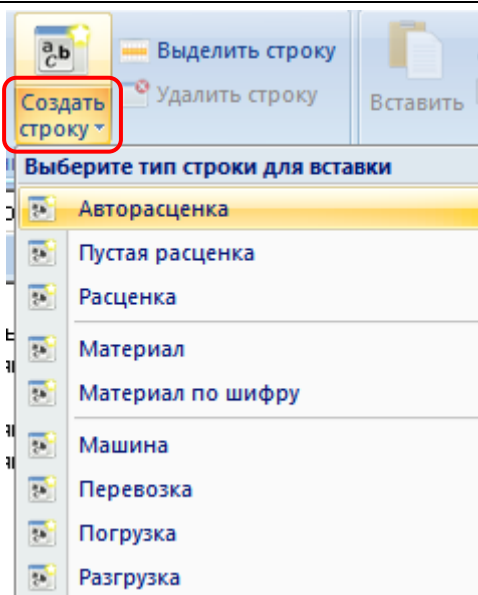

Рис. 1.34 Раскрывающийся список кнопки Создание строки
2. На вкладке **Главная** нажать на стрелку, расположенную ниже команды **Создать строку** (рис. 1.34);